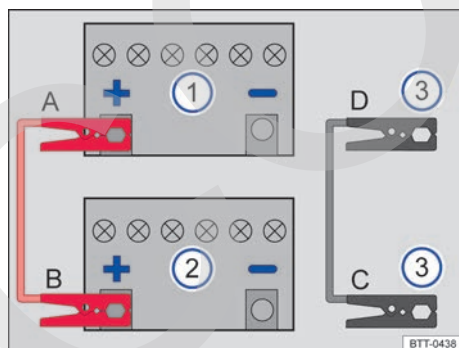

Fig. 194 Esquema para conectar los cables de arranque en el caso del vehículo que suministra la corriente.
Leyenda de la **fig. 194**:
Los cables de arranque solo se deberán conectar siguiendo el orden **A – B – C – D** → **fig. 194**.
- Conecte un extremo del cable de arranque **rojo** al polo positivo (+) del vehículo con la batería descargada → **fig. 194** ① → ⚠.
- Conecte el otro extremo del cable de arranque **rojo** al polo positivo (+) de la batería del vehículo que suministra la corriente → **fig. 194** ②.
- Conecte un extremo del cable de arranque **negro** → **fig. 194** ③ preferentemente a una toma para la ayuda de arranque (terminal de masa); de lo contrario, a la argolla de remolque delantera previamente enroscada, a una pieza de metal maciza atornillada fijamente al bloque motor o al mismo bloque motor.
- Conecte el otro extremo del cable de arranque negro → fig. 194 ③ preferentemente a una toma para la ayuda de arranque (terminal de masa) del vehículo con la batería descargada; de lo contrario, a la argolla de remolque delantera enroscada previamente → pág. 290, a una pieza de metal maciza atornillada fijamente al bloque motor o al mismo bloque motor → ⚠.
- Desconecte los cables de arranque únicamente en el orden **D – C – B – A** → fig. 194 con los motores en marcha.